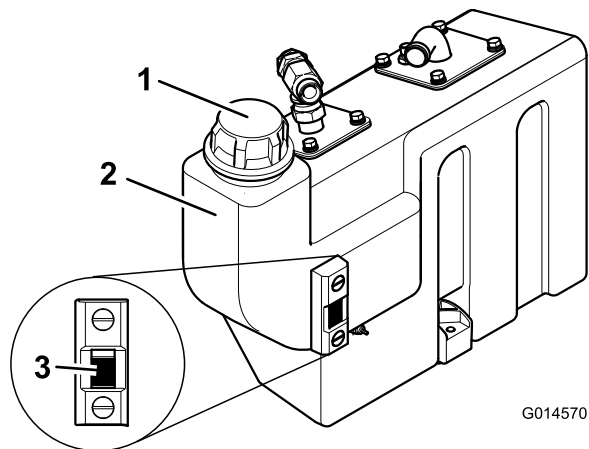

Figura 29
- Qualora sia necessario altro olio idraulico, pulite l'area attorno al tappo del serbatoio idraulico (Figura 29). Togliete il tappo dal serbatoio.